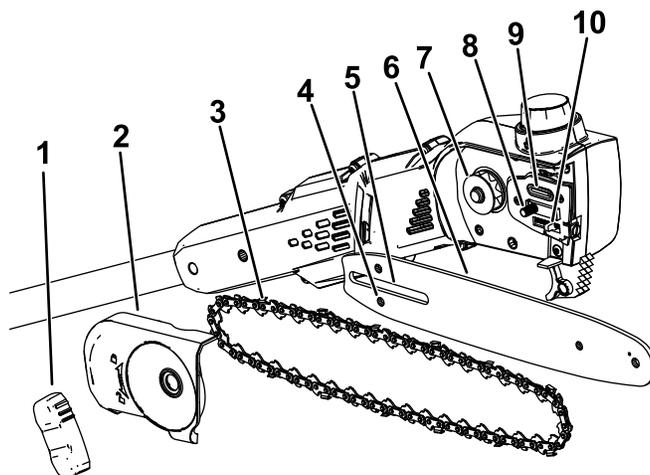

図 3
2. サイドカバーを取り外します。バーカバーノブを反時計回りに回してノブを外し、サイドカバーを取り外します (図 3)。
5. チェーンの開いたループガイドバー上のない側をポールソーのドライブsproケットの周りに配置します 図 3。
重要 チェーン調整スタッドがガイドバーのチェーン調整スタッドスロットに挿入されるようにします 図 3。